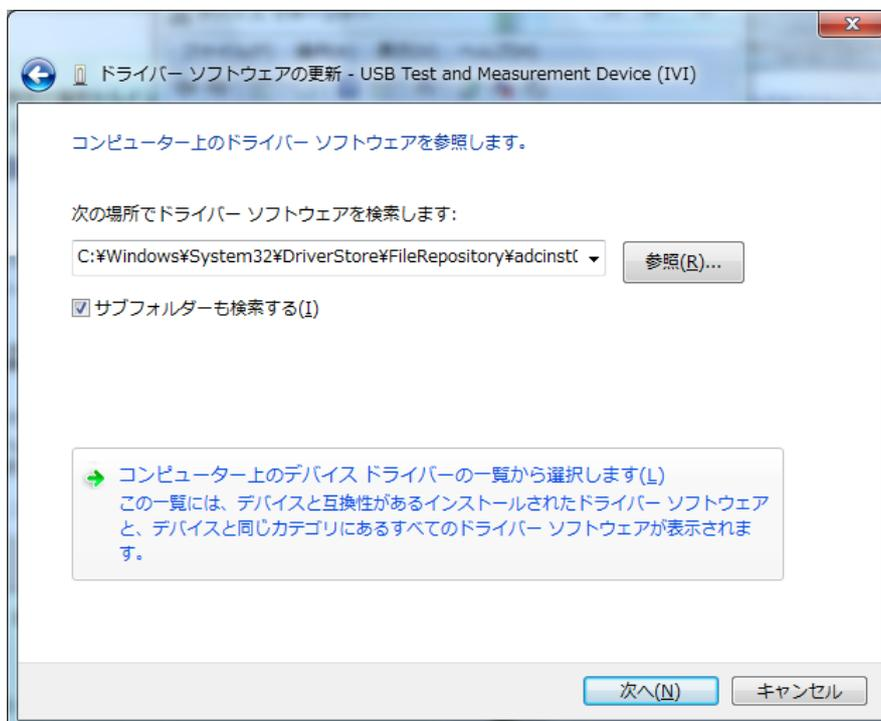

図 1-5
- ④ 「コンピューター上のデバイスドライバーの一覧から選択します」をクリックします。(図 1-5)